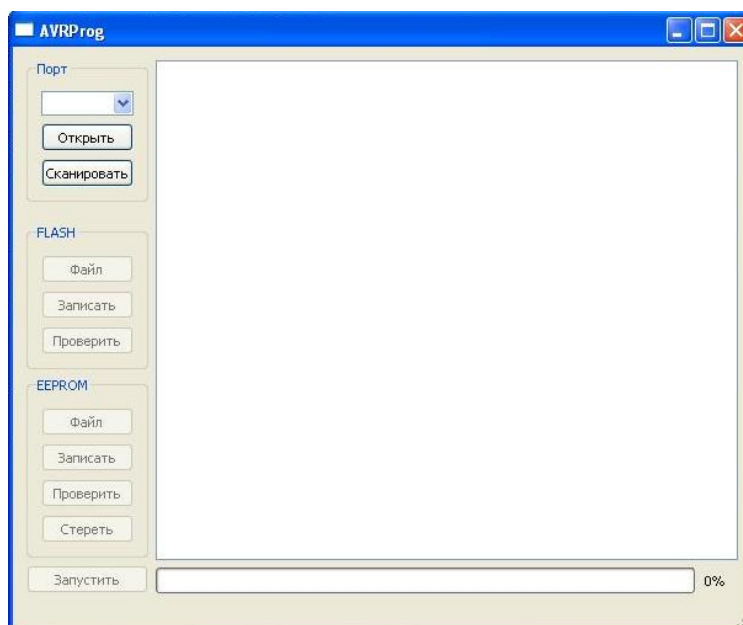
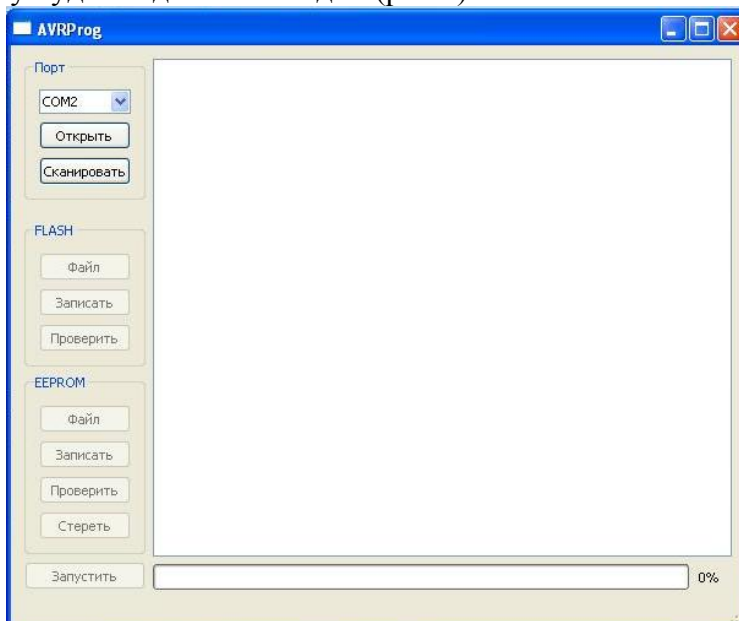

Рис.1
Рис.2
2. Запустите программу “**mprog2.exe**”. Откроется окно программы (рис.1). Нажмите кнопку “Сканировать” в окне программы. Выберите номер COM-порта, к которому будет подключен модем (рис.2)